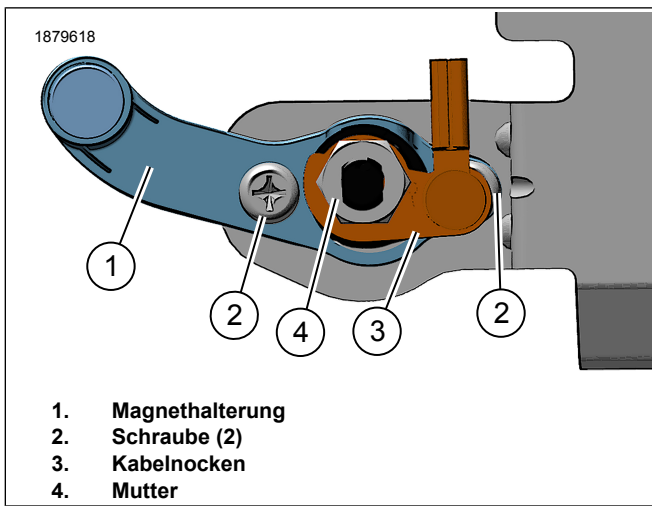

Abbildung 5. Magnethalterungsbaugruppe
6. Abbildung 5 Die Magnethalterung einbauen.